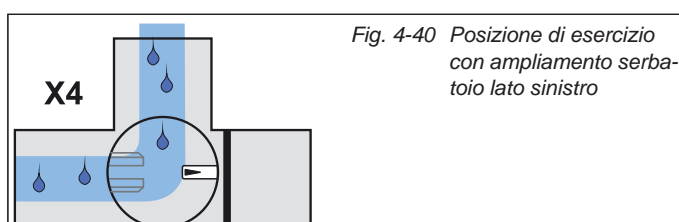

Fig. 4-40 Posizione di esercizio con ampliamento serbatoio lato sinistro
- X4: ampliamento serbatoio lato sinistro, fig. 4-40.